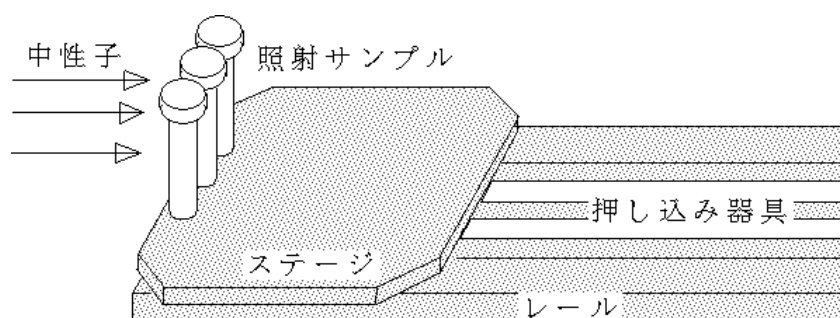

図 3. 照射レール装置を用いた実験における試料の配置例
- ・照射レール装置による照射利用では、図 3 に示すように、押し込み器具先端のステージ(12 cm×12 cm)上に照射試料を配置する。